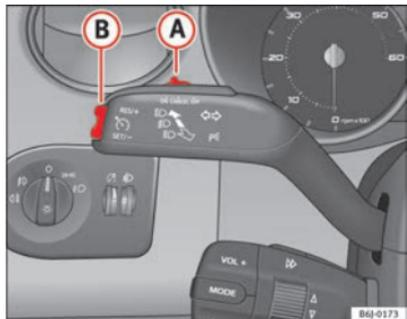

Fig. 126 Palanca de intermitentes y de luz de carretera: mando y tecla basculante para el regulador de velocidad
- Cuando se haya alcanzado la velocidad que se quiere programar, pulse brevemente la parte inferior de la tecla basculante **SET** ⇒ fig. 126 **B** una vez.
- Presione la parte superior de la tecla basculante **RES** ⇒ fig. 126 **B** para aumentar la velocidad. El vehículo acelerará mientras
- Presione la parte inferior de la tecla basculante **SET-** ⇒ fig. 126 **B** para reducir la velocidad. El vehículo reducirá la velocidad desacelerando automáticamente mientras mantenga la tecla presionada. Al soltar la tecla quedará memorizada la nueva velocidad.
Si se reduce la velocidad programada pisando el pedal del freno, se desactiva el regulador de velocidad. Si quiere activar de nuevo el regulador, bastará con presionar una vez la parte superior de la tecla basculante **RES+** ⇒ fig. 126 **B**. ■